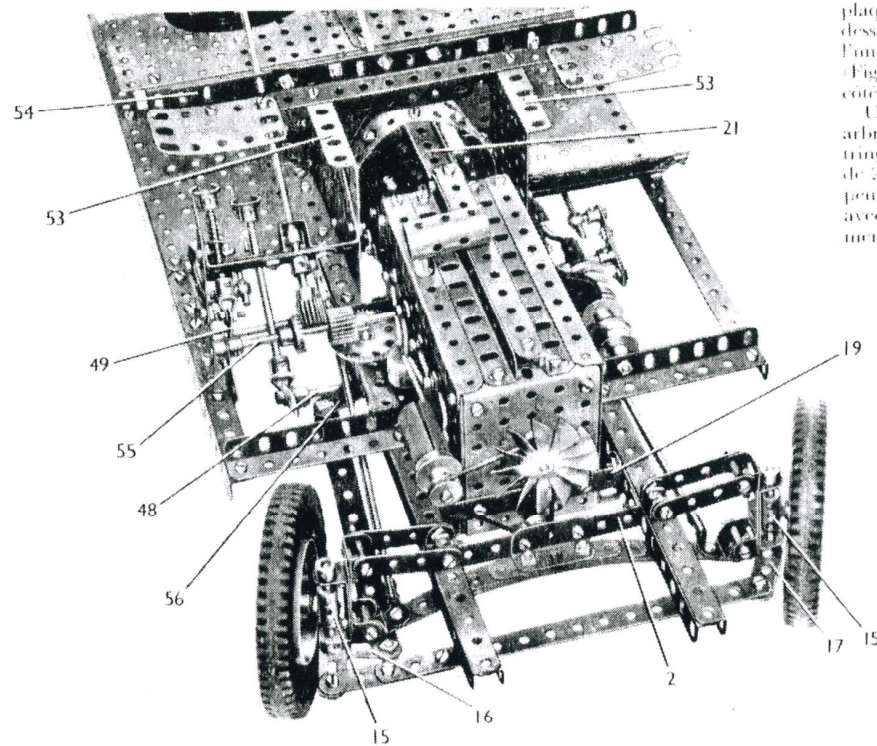
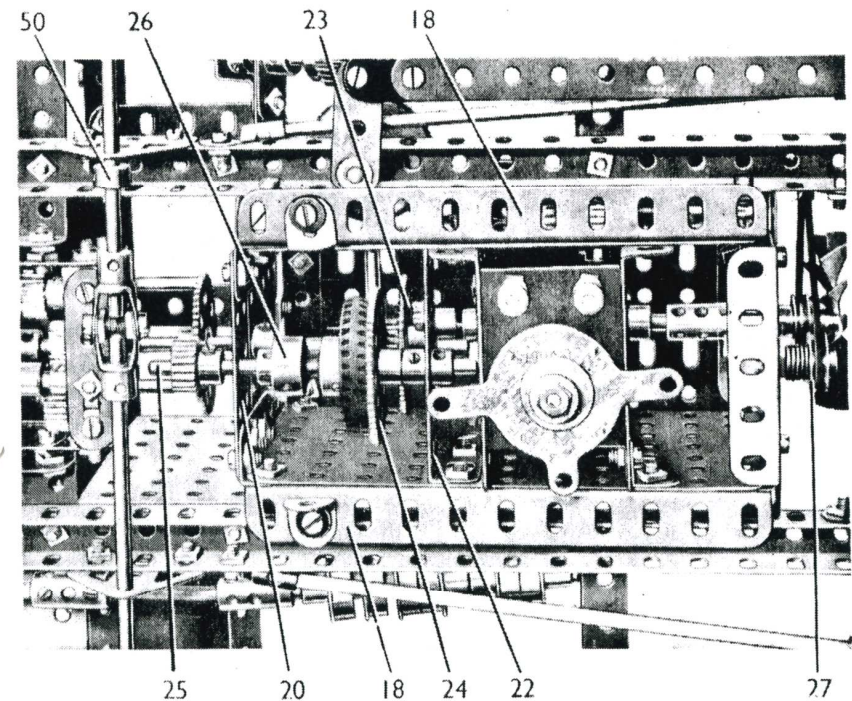

FIG. 4 - Vue de devant du chassis montrant en détail le mécanisme de direction
FIG. 5 - Le moteur vu de dessus
coulée de 90 x 12 mm. (2) (Fig. 4), et par une cornière de 7 trous (3) fixée sur des équerres. Les longerons sont également réunis par une cornière de 15 trous (4) renforcée par des grands goussets d'assemblage. La cornière (3) est entretoisée sur les poutrelles en "U" par deux cornières de 6 trous.
Construction de l'essieu avant (Fig. 4)
Le moteur (Fig. 4, 5 et 6)
Chaque côté du moteur (Fig. 4 et 6), est une plaque sans rebords de 14×9 cm, qui porte à chaque extrémité une cornière de 7 trous, sur le dessus une cornière de 11 trous, et sur son bord inférieur une cornière de 11 trous (18) (Fig. 5). Les côtés sont réunis à l'avant par une plaque à rebords de 9×6 cm, sur laquelle est boulonnée une bande coudée de 90×12 mm, (19), et à l'arrière ils sont réunis par une
Le dynamo est un manchon qui porte à une extrémité un support de cheminée, et à l'autre une roue à boudin de 19 mm. Une poulie folle de 12 mm, tourne librement sur un boulon de 12 mm, bloqué dans la roue à boudin, et le manchon est tenu écarté du moteur par un écrou placé sur le boulon qui le tient en place. Une poulie folle de 12 mm, (27) (Fig. 5) tourne librement sur un boulon pivot. Les trois poulies de 12 mm, sont réunies par une courroie de transmission.
Un pignon de 19 dents et de 12 mm, de largeur fixé à l'extrémité inférieure du tube de direction est en contact avec une roue de champ de 25 dents fixée sur une tringle de 13 cm, (55) (Fig. 4). Cette tringle passe dans l'un des côtés du moteur et dans une embase triangulée coudée fixée sur l'une des cornières (9). Un pignon de 25 dents et de 12 mm, de largeur monté sur la tringle (55) engrène avec une roue de champ de 50 dents fixée sur une tringle de 4 cm, placée verticalement. Cette dernière passe au travers de l'un des longerons du châssis et est tenue en place par une bague d'arrêt. Un bras de manivelle (56) est fixé à l'extrémité inférieure de la tringle de 4 cm., et un support plat est articulé sur lui à l'aide d'un contre-écrou. Le support plat est boulonné sur une bande de 11 trous fixée à l'aide de contre-écrous sur le levier d'angle (16).